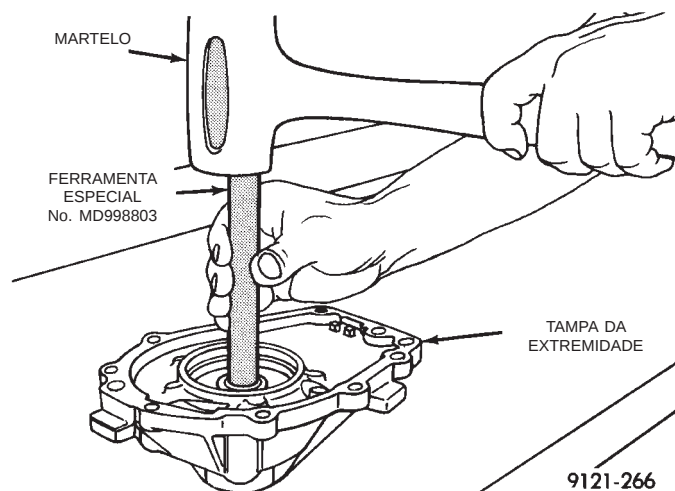

Fig. 37 Instalação da Vedação
(1) Limpe e verifique a área de vedação.
(2) Utilize a ferramenta especial No. MD998803 e instale a vedação (Fig. 37). Ao instalar a vedação, o lado da mola da vedação deve ficar de frente para a ferramenta especial.